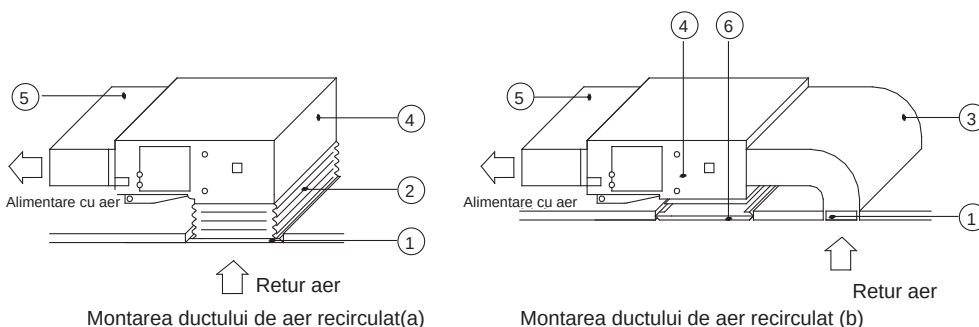

Fig.38
- (3). Dacă se dorește ca recircularea aerului să se realizeze în partea de jos, schimbați doar locul flanșei dreptunghiulare și al capacului orificiului de recirculare.
- (4). Conectați un capăt al ductului de recirculare a aerului la orificiul de evacuare a aerului de recirculare al unității cu nituri și pe celălalt la fanta de aerului recirculat. Pentru a fi convenabil să ajustăm ușor înălțimea, va fi de ajutor să tăiem ductul de pânză, care poate fi întărit și pliat cu 8# fire de oțel.
- (5). Este posibil să se producă mai mult zgomot atunci când alegem modul de recirculare prin partea de jos, așa că este sugerat să se instaleze un amortizor și o cutie de presiune statică pentru a micșora zgomotul.
- (6). Metoda de montare poate fi selectată luând în considerare starea clădirii și întreținerea, etc., așa cum se prezintă în Fig.38